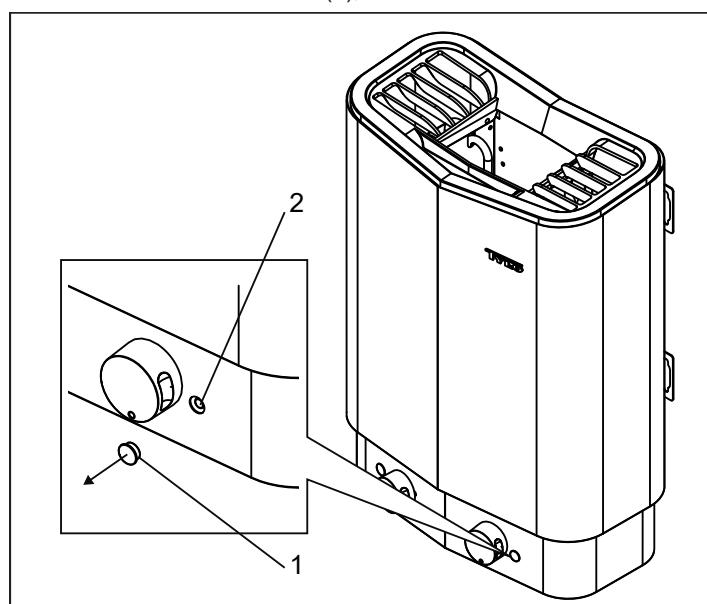

Abbildung 5: Zurücksetzen des Überhitzungsschutzes
Der Überhitzungsschutz in der Heizung soll verhindern, dass Bau teile, Heizstäbe und Hölzer in der Sauna zu heiß werden. Wird der Überhitzungsschutz ausgelöst, muss er zurückgesetzt werden, bevor die Heizung wieder eingeschaltet werden kann. Vor dem Zurücksetzen des Überhitzungsschutzes ist die Ursache für die Überhitzung zu ermitteln. Entfernen Sie vor dem Zurücksetzen des Überhitzungsschutzes den Absteckstopfen (1) (siehe Abb. 5) und drücken Sie ihn herunter (2), bis ein Klicken zu hören ist.